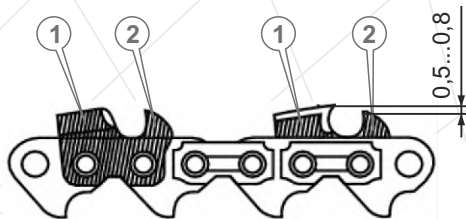
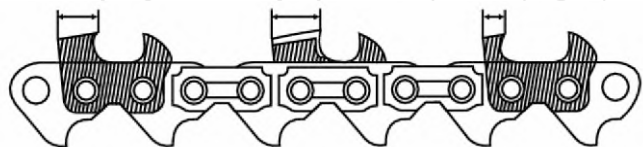

Рисунок 6
Рисунок 7
Каждое звено цепи пилы состоит из двух зубьев: режущего зуба (1) и зуба-ограничителя (2) (см. рис. 6). Насколько эффективным будет процесс пиления, зависит от разницы по высоте между этими двумя зубьями. Оптимальный показатель – режущий зуб выше зуба-ограничителя на 0,5 - 0,8 мм.
Заточку цепи необходимо начать с заточки режущих зубьев (1) (см. рис. 6). Заточку зубьев осуществляйте равномерно, вначале каждый второй зуб с одной стороны цепи, а затем каждый второй зуб с противоположной стороны. Длина всех режущих зубьев цепи должна быть одинаковой. Нельзя допускать, чтобы длина режущих зубьев была разной. Если зубья будут иметь разную длину, это может привести к травме или поломке изделия (см. рис. 7).